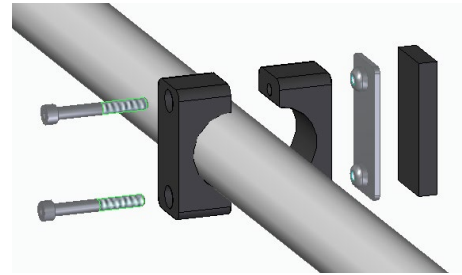

Fig 3
Per proteggere da collisioni tra porta e portabici, è possibile montare un ulteriore arresto (8) sul tubo trasversale più vicino al veicolo con due viti cilindriche M6x50 (Fig. 3).